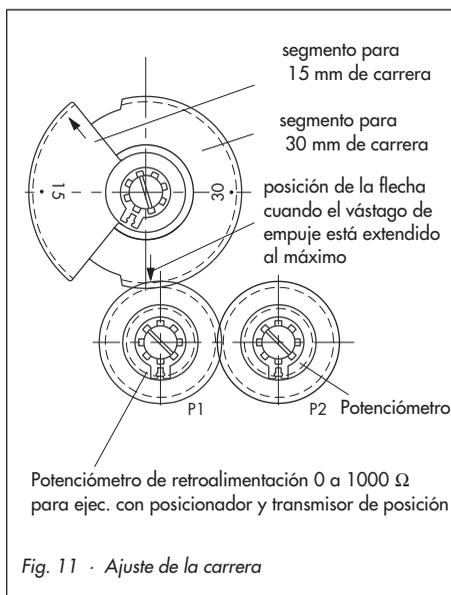

Fig. 11 · Ajuste de la carrera
3. Girar el segmento de rueda dentada asociado en torno a su eje en función de la carrera nominal de la válvula (15 o 30 mm) hasta que la flecha indicadora se encuentre encima del punto de contacto de los engranajes (fig. 11).
4. Girar el segmento de rueda dentada asociado en torno a su eje en función de la carrera nominal de la válvula (15 o 30 mm) hasta que la flecha indicadora se encuentre encima del punto de contacto de los dos engranajes (fig. 11).
En función de la ejecución, el accionamiento puede ir equipado con uno o dos potenciómetros (fig. 11). En los accionamientos con posicionador o transmisor de posición uno de los potenciómetros (P1) sirve para la retroalimentación interna. Su valor de resistencia no se puede usar para una señalización externa.
hasta que la flecha indicadora se encuentre encima del punto de contacto entre los dos engranajes (fig. 11).